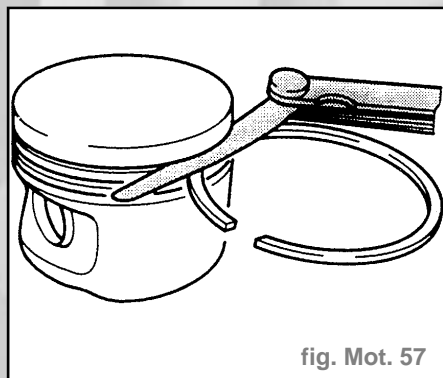

fig. Mot. 57
- Contrôler à l'aide d'un jeu de cales le jeu des segments dans leurs gorges respectives (fig. Mot. 57).